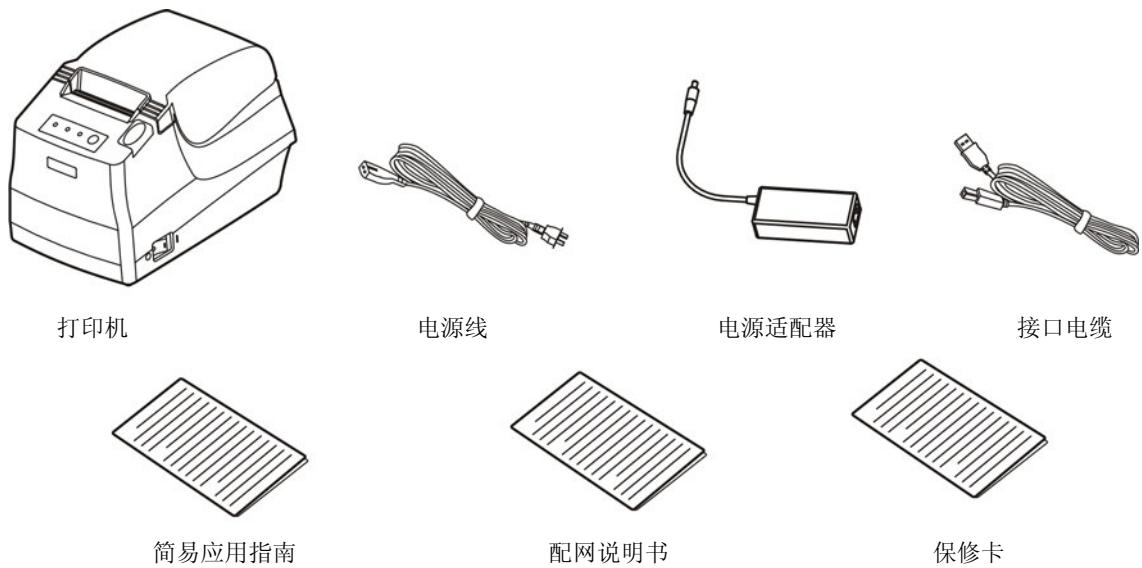

图 2-2 MCP-58GF 打印机包装清单
MCP-58GF 应具有以下各项：(1) 打印机；(2) 电源线；(3) 电源适配器；(4) 接口电缆；(5) 简易应用指南；(6) 配网说明书；(7) 保修卡（如图 2-2 所示）。如有遗漏，请向有关经销商联系。根据实际情况发生变更，恕不另行通知。